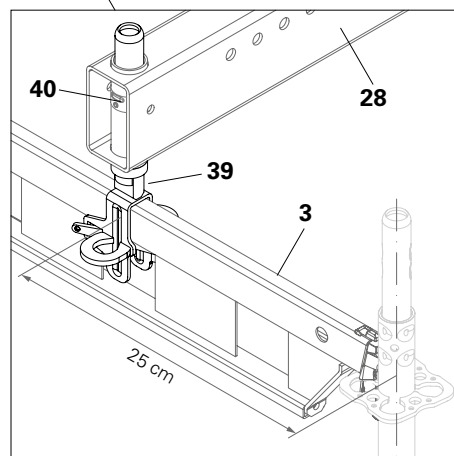

Fig. A8.02b
4. Teltbjælken (**28**) og bjælkeytteren (**39**) sikres med en stikbolt (**40**). (Fig. A8.02b)